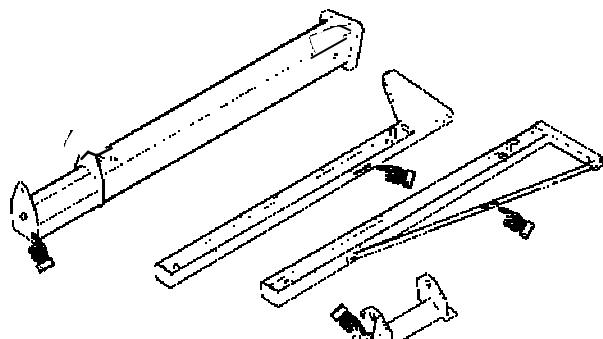

Abb.12
- Die Metallteile des Schwenkkrans (Säule oder Konsole und Arm) werden in der Regel ohne Verpackung angeliefert; die Säulen und Konsolen verfügen über Einhakpunkte, die das Handling während der Montagearbeiten erleichtern (Abb.12).